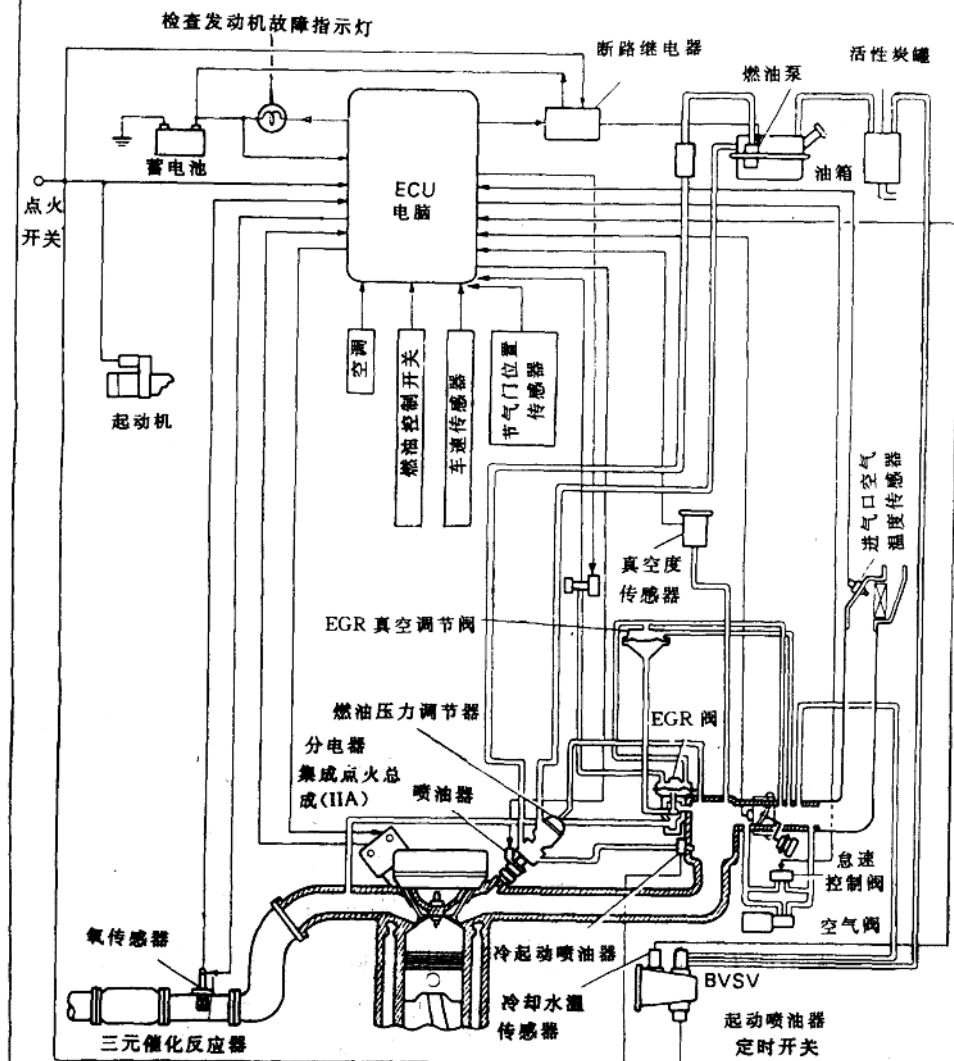

图 1-2
2. 4A-FE 型发动机适用于两轮驱动(2WD)、装用排气再循环(EGR)装置, 见图 1-2 所示。